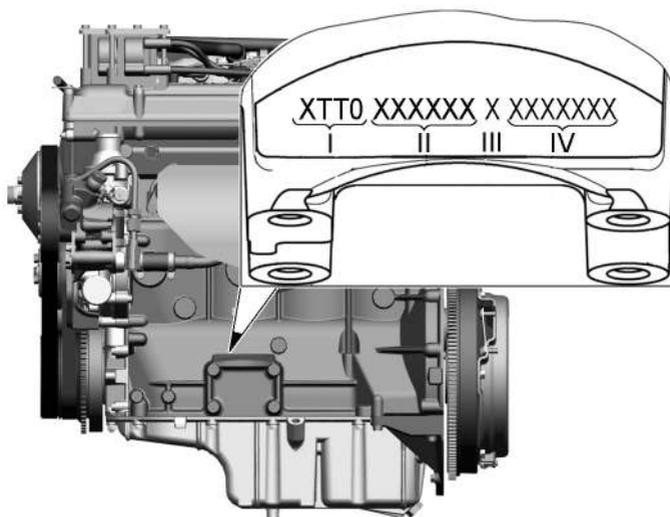

Рис. 1.15. Расположение идентификационного номера двигателя
**Идентификационный номер двигателя** выбит на площадке, расположенной с левой стороны блока цилиндров, над бобышками крепления передней опоры двигателя (рис. 1.15).